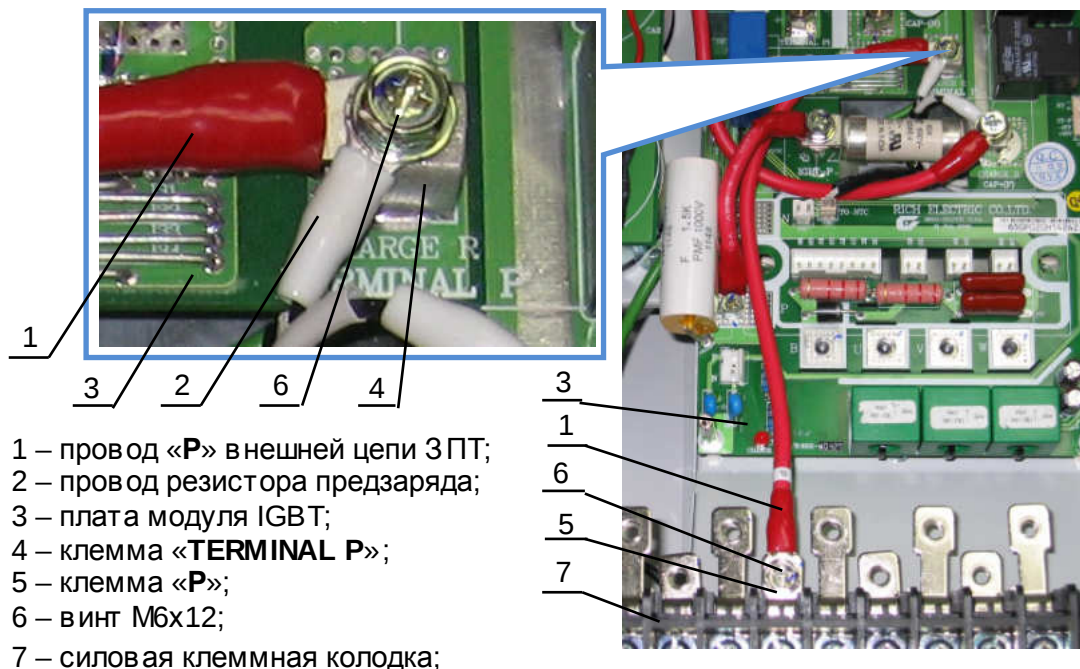

Рис.7.24
- 7.10.2. Установить **провод Р внешней цепи ЗПТ** (1) (рис.7.24). Один наконечник провода (1) закрепить винтом (6) на наконечнике клеммы (5) силовой клеммной колодки (7) (рис.7.24). Другой наконечник провода (1) и наконечник провода (2) резистора предзаряда закрепить на клемме (4) «**TERMINAL P**» платы модуля IGBT (3) (рис.7.24).
- 7.10.3. Установить **провод P1 внешней цепи ЗПТ** (1) (рис.7.25). Один наконечник провода (1) закрепить винтом (7) на наконечнике клеммы (5) силовой клеммной колодки (4) (рис.7.24). Другой наконечник провода (1) закрепить токоведущей стойке (6) «**TERMINAL P1**» платы модуля IGBT (3) (рис.7.25).